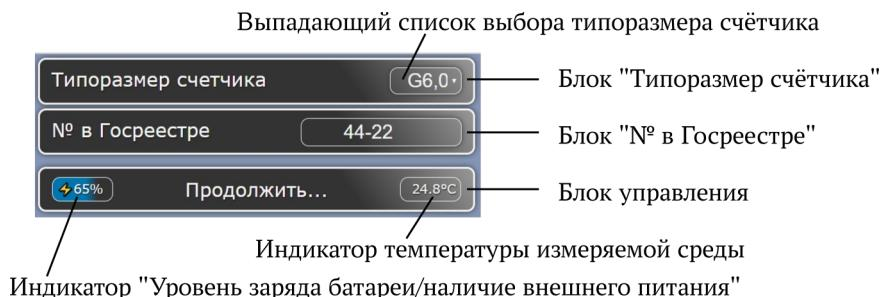

Рисунок 3 – Вид стартового окна ПО
2.3.4 В адресной строке браузера на вычислительном устройстве прописать адрес: 192.168.4.1, после чего на экране монитора вычислительного устройства появится стартовое окно ПО (см. рисунок 3), состоящее из трёх блоков.